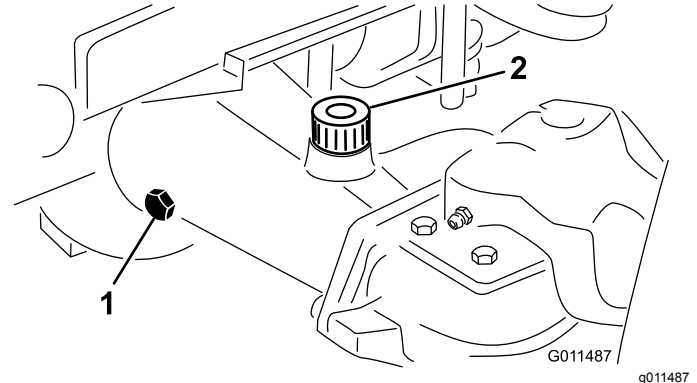

Bild 106
2. Entfernen Sie eine Prüfschraube aus einem Ende der Achse und stellen sicher, dass das Öl die Unterseite des Lochs erreicht (Bild 106).